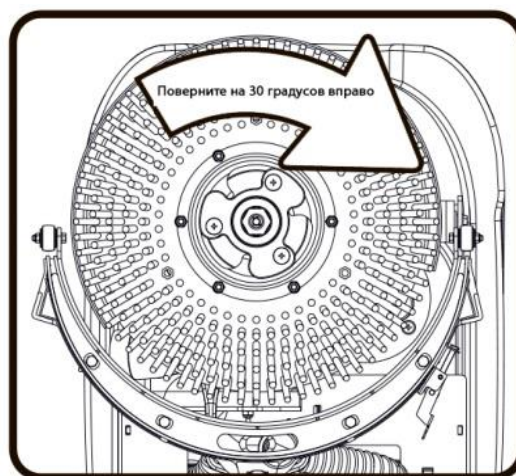

Рис. 4
2. Чтобы снять щетку, необходимо, удерживая ее, повернуть ее на 30° вправо и снять щетку (Рис. 4).